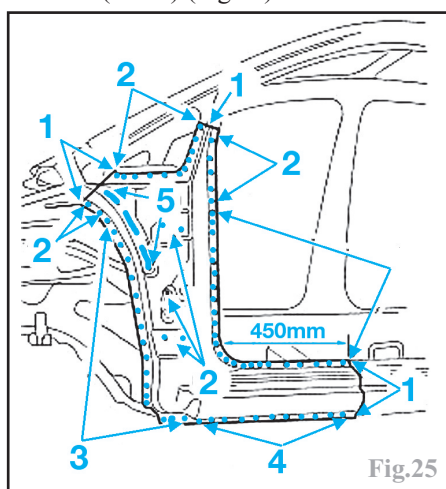

Fig.25
Tracer les lignes de coupe (1), fraiser les points de soudure (2) et (3) : deux épaisseurs de tôle, meuler les points de soudure (4 et 5) (Fig.25)